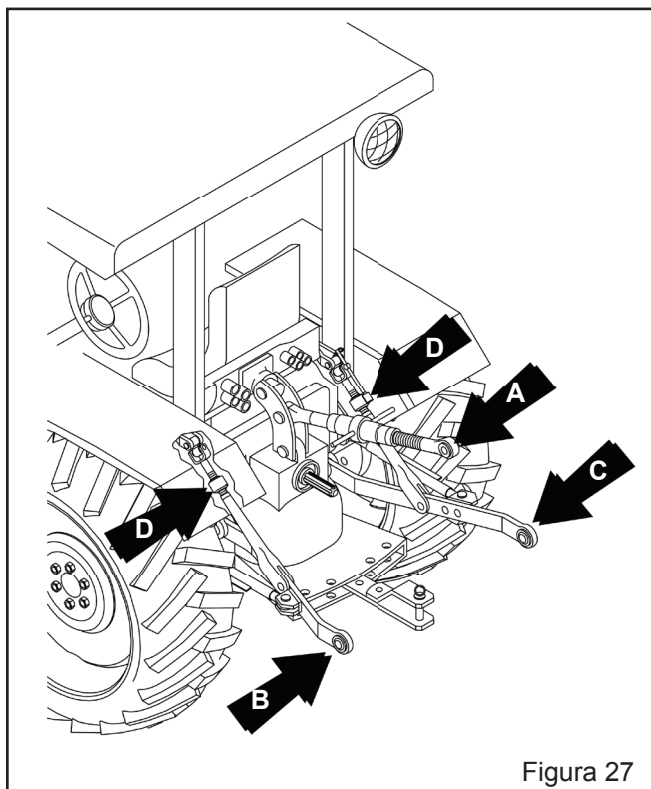

Figura 27
- Retire o braço do terceiro ponto "A" (Figura 27) e acople na torre do implemento.
- Acople o braço do primeiro ponto "B" (Figura 27) no orifício de engate do lado esquerdo do implemento, coloque o pino trava.
- Acoplar no trator o braço do terceiro ponto "A" (Figura 27) que já está acoplado na torre do implemento. Use a regulagem do comprimento do braço do terceiro ponto "C" (Figura 27), coloque o pino trava.
- Acoplar o braço do segundo ponto "C" (Figura 27) no orifício de engate do lado direito do trator. Use o extensor e mecanismo de regulagem do comprimento do braço, coloque o pino trava.